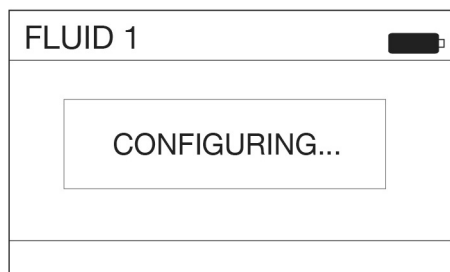

FIG. 56
2. Mantenga la etiqueta de perfil en la pantalla. Si la etiqueta de perfil es válida, aparecerá un mensaje en pantalla un mensaje indicando que se está configurando (CONFIGURING) (FIG. 56).